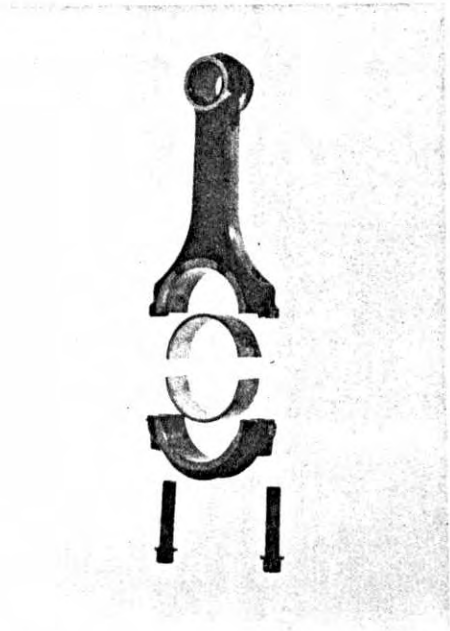

Fig. 136
- Rimontare ogni cappello sulla biella sulla quale esso si trovava prima dello smontaggio, e nello stesso verso in cui esso si trovava (fig. 136).
- Refit each cap to its original con-rod, and the right way round (fig. 136).